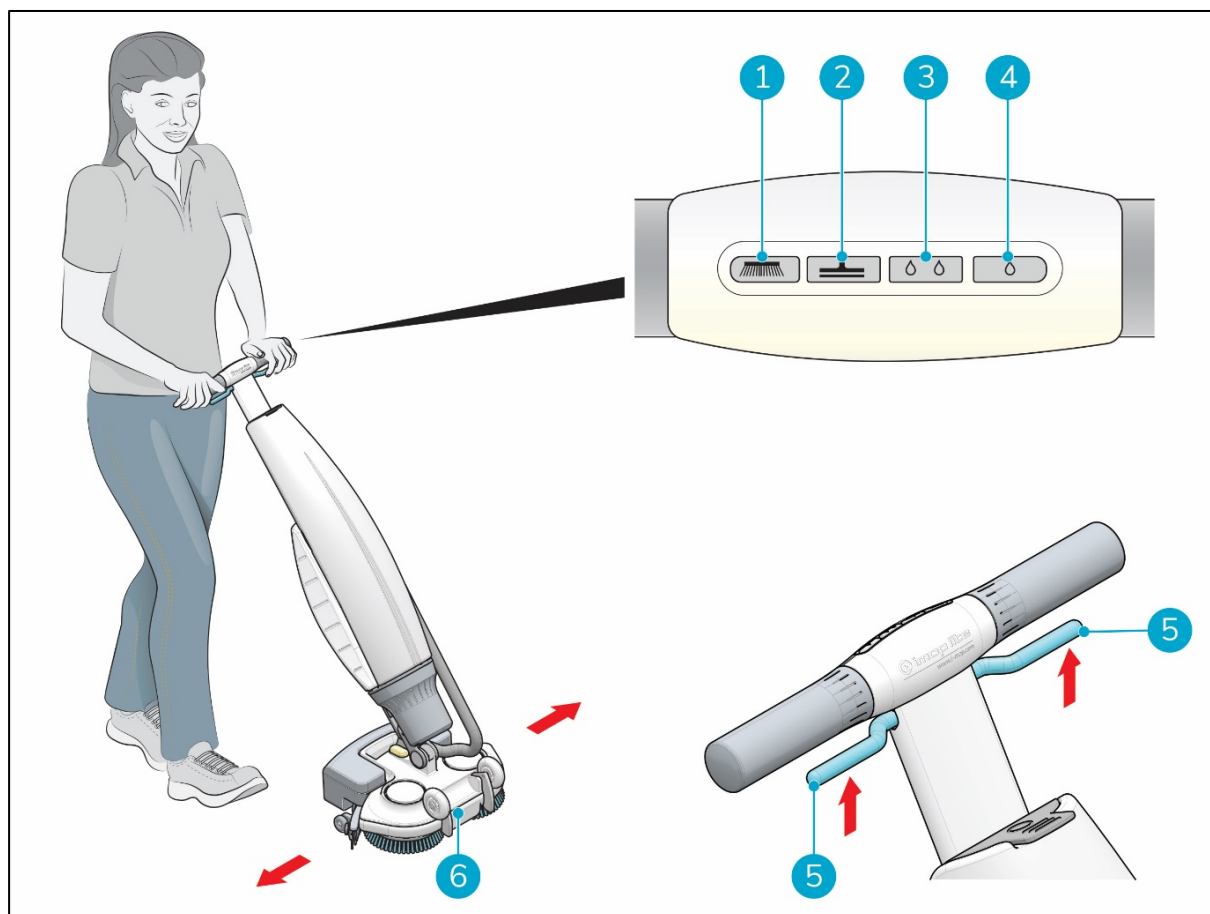

Abbildung 17
6. Wählen Sie den Reinigungsmodus mit den Tasten auf dem Bedienfeld (Figure 17, Pos. 1 bis 4). Sie können die Optionen einzeln oder kombiniert wählen.
8. Ziehen Sie den Auslöser am Griff (Figure 17, Pos. 5). Dadurch wird zugleich der i-mop Lite gestartet.
11. Sie können lenken, indem Sie den Griff leicht nach links oder rechts drehen und so das Bürstendeck führen (Figure 17, Pos. 6).
12. Sobald Sie den Auslöser (Figure 17, Pos. 5) loslassen, stoppt der i-mop Lite. Der Saugmotor stoppt nach 3 Sekunden.